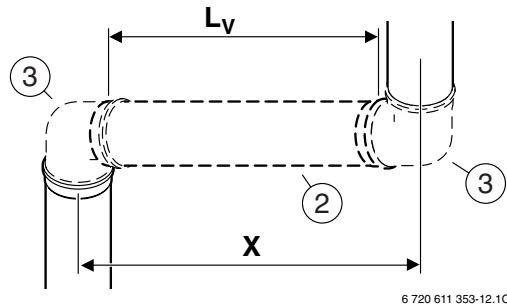

Fig. 15
- ▶ Per ottenere un interasse X preciso fig.15, servirsi del diagramma alla fig.17, il quale indica a quale lunghezza occorre eseguire il taglio sul condotto lato aria (L_V).